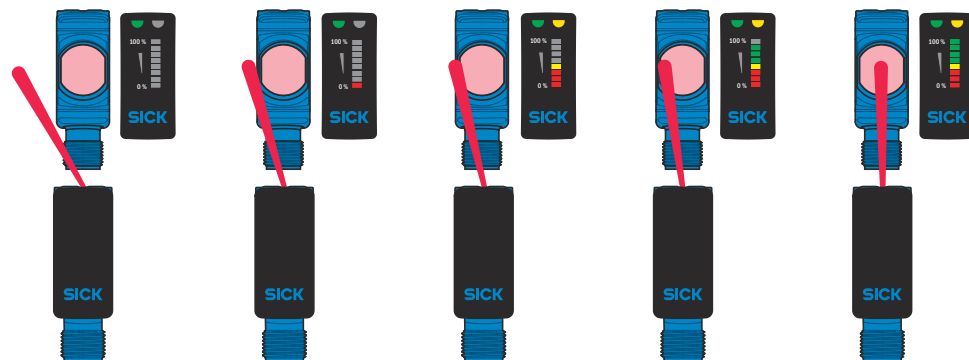
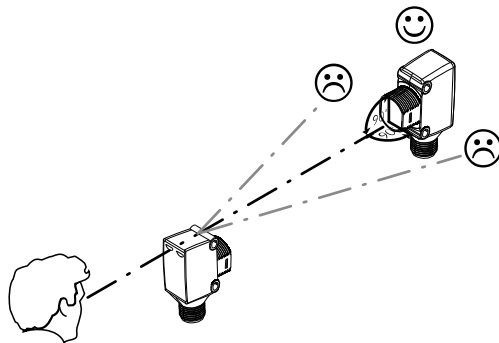

図 56: 方向調整中の信号強度インジケータ
図 57: 光軸調整
**赤色光**：受光器に合わせて投光器の方向を調整します。赤色光投光スポットが受光器の受光レンズ部分に照射されるように位置を調整します。ヒント：センサの背面にある信号強度インジケータを参考にして、方向調整が正しいことを確認します。光軸調整の補助として白い紙やリフレクタ（反射シート）などを使用することができます。投光器から受光器への視界が遮られたり、光軸に物体があったりしてはなりません [図 57 を参照]。センサの光学的開口部分（フロントカバー）の視界を遮るものが一切ないことを確認してください。
**赤外光**：受光器に合わせて投光器の方向を調整します。赤外光（不可視）が受光器の受光レンズ部分に照射されるように位置を調整します。センサの背面にある信号強度インジケータを使用して、方向調整が正しいことを見極めます。図 57 および図 56 を参照してください。投光器から受光器への視界が遮られたり、光軸に物体があったりしてはなりません。センサの光学的開口部分（フロントカバー）に視界を遮るものが一切ないことを確認して下さい。
センサのリアカバーにある信号強度インジケータを使用することで、最適な方向調整の確立と検証を行うことができます。信号強度インジケータの LED は、センサでの受光信号強度に応じて点灯します。点灯している LED が全くないか、赤色だけの場合は、センサの受光信号がゼロであるか弱すぎて、出力の切替ができないことを意味しています。最低スイッチング閾値に達すると、最初の黄色 LED が点灯し、受光が強くなるに従って緑色 LED の点灯量が増えていきます [図 56 を参照]。